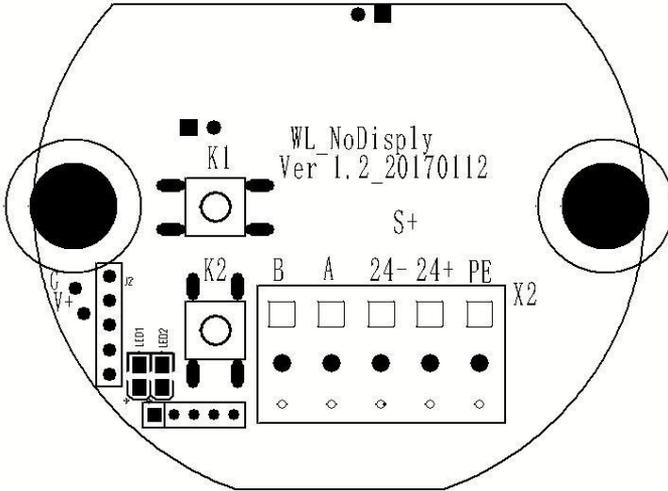

图 17 内部接线图示意图
- （2）内部接线示意图（见图 17）。
- （3）满度流量微调示意图（见图 17。）。